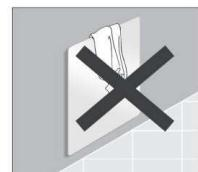

Fig 6
- Das Gerät darf auf keinen Fall abgedeckt werden, um eine gefährliche Überhitzung zu vermeiden. (**Fig. 6**)